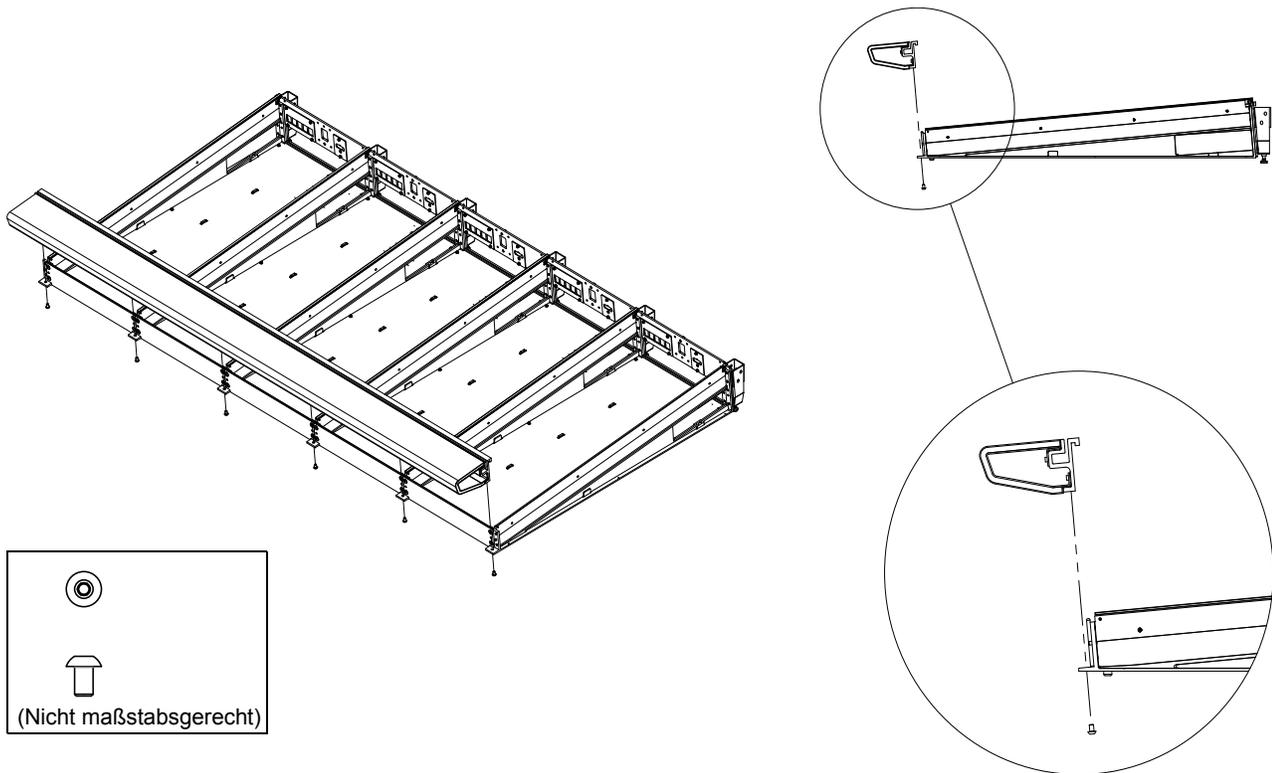

Abbildung 25. Anbringen der Handauflage
- 4 Achten Sie darauf, dass die Handauflage richtig ausgerichtet ist und legen Sie sie vorsichtig auf die entsprechende Vorderkante des Rahmens, sodass die Handauflage wie in Abbildung 25 dargestellt positioniert ist.